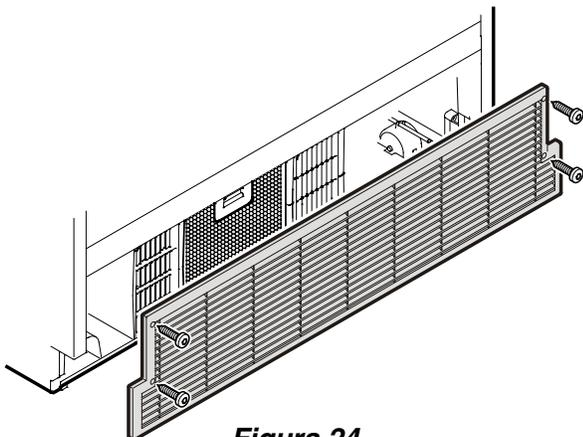

Figura 24
- Abra a gaveta inferior do freezer e desparafuse a grelha de ventilação - **Figura 24.**